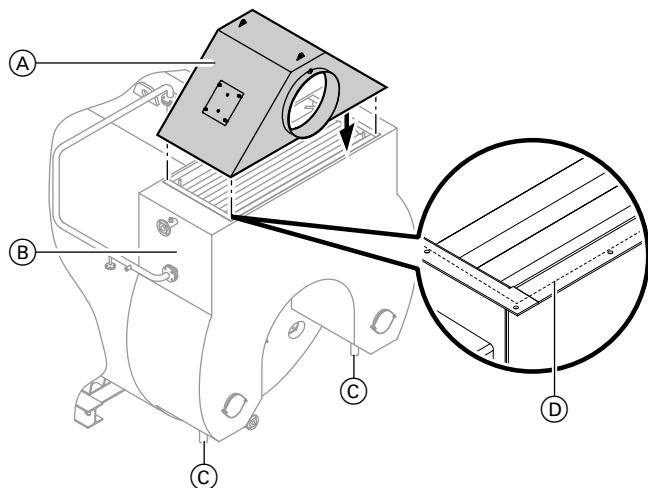

Рис. 7
- Закрыть патрубки отвода конденсата КОА (см. поз. © на рис. 7), если они не используются. Они служат для отвода образующегося конденсата.